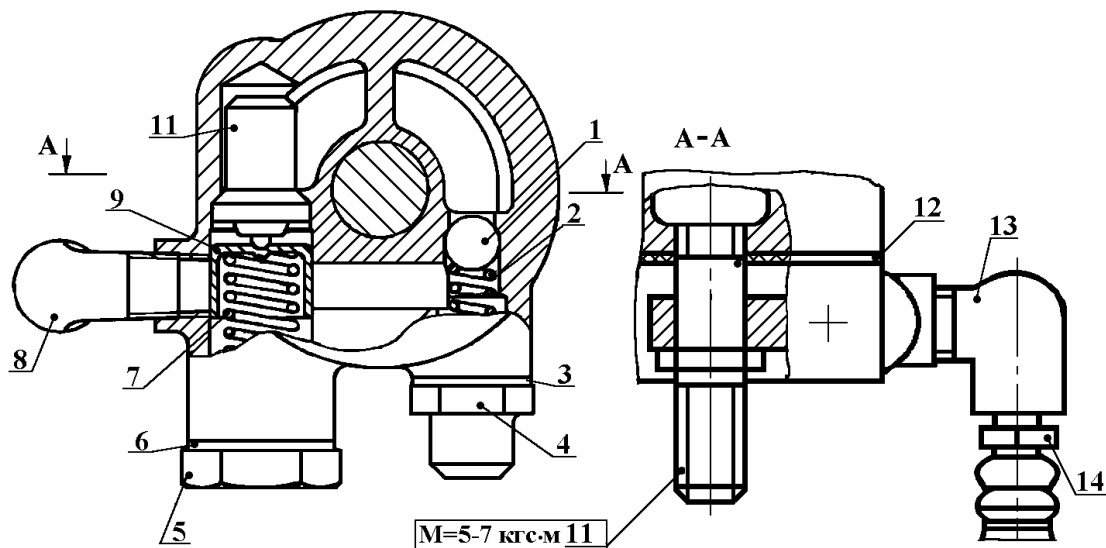

Рис. 9. Проверка и установка термоклапана:
9.5. Установить термоклапан (рис. 9) в последовательности обратной снятию, руководясь следующими техническими требованиями: